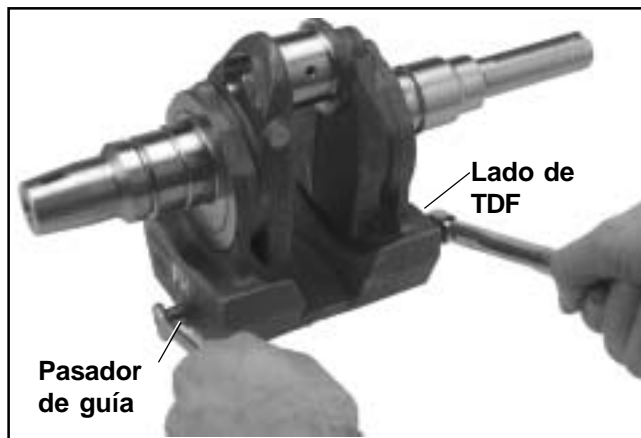

Figura 10-12. Montaje del contrapeso en el cigüeñal.
- c. Alinee los contrapesos e instale el tornillo del contrapeso, a través de los orificios de montaje, del **lado de TDF**. Enrósquelo en el pasador de guía situado en el exterior del contrapeso en el **lado del volante**. Sujete el pasador de guía con una llave y apriete el tornillo aplicando un par de **10 Nm (90 in lb)**. Ver Figura 10-12. **No** presione ni dañe el diámetro exterior (D.E.) del pasador de guía.